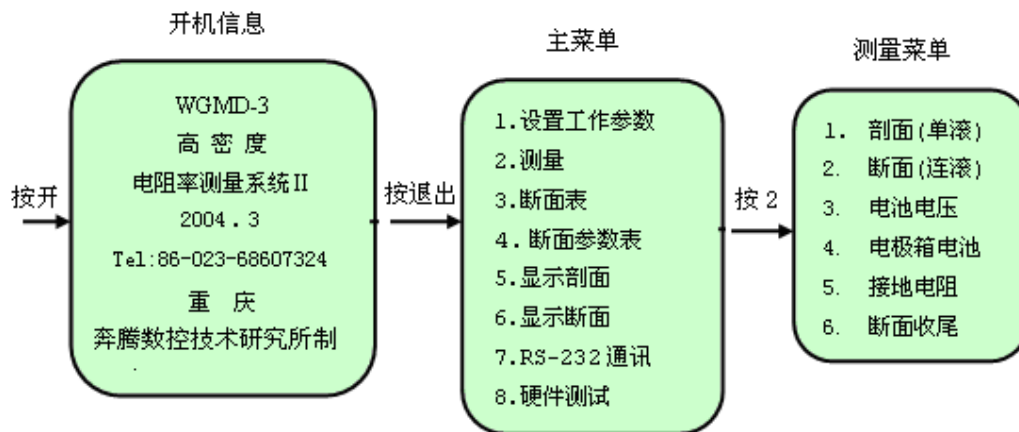

图 2-6
①打开主机电源，屏幕显示开机信息，按 \square 退出键屏幕显示主菜单，按 \square 2键进入测量菜单(见图2-6)：